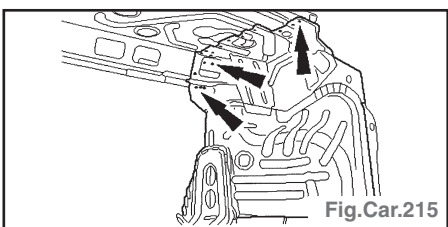

Fig.Car.215
- fraiser les points de soudure (Fig. Car.215).